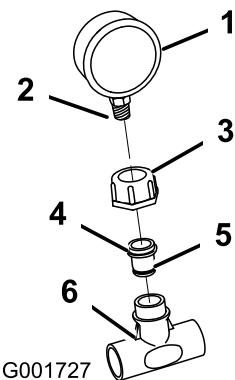

Figura 12
- Envuelva las roscas del manómetro con cinta teflón. Instale la tuerca pequeña de plástico y el racor reductor en el manómetro. Utilice una llave hexagonal para enroscar el racor reductor en el manómetro (Figura 12).
- Instale el conjunto del manómetro en el acoplamiento en T de plástico (Figura 12).